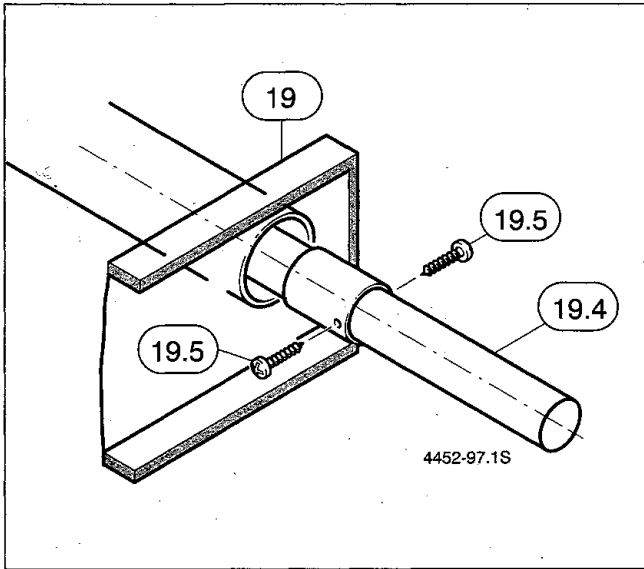

Bild 6
- Montieren Sie das Abgasrohr (19.4) am Abgaskasten (Bild 6).